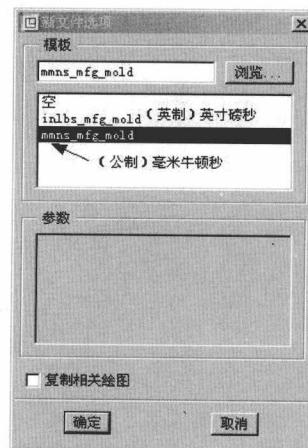

图 1.2
- ④ 在“名称”栏中输“自己定义的名称”。然后单击【确定】按钮完成这个模板的设置（或单击鼠标滚轮完成设置）。
⑤ 在弹出的【新文件选项】对话框中选择公制单位【mmns_mfg_mold】(毫米牛顿秒)，如图 1.2 所示。然后单击【确定】按钮完成“MFG 文档”的创建(或单击鼠标滚轮完成设置)。